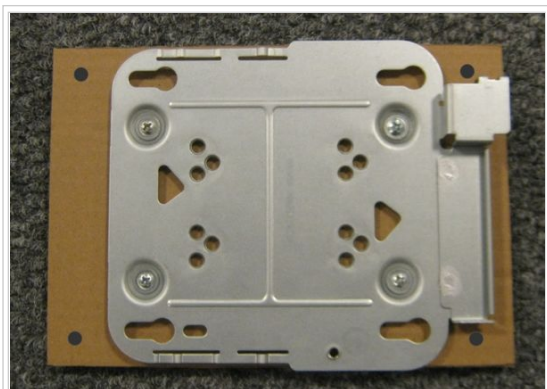

Fig. 10 - Base aislante para instalación sobre superficie metálica
1. Fijar la platina incluida con el AP a una base de MDF (14 x 20 cm x 15 mm de espesor) mediante 4 tornillos autopercutor punta aguja con arandela de 4.2 x 13 mm, colocando la platina centrada respecto a la base de MDF. Es fundamental respetar el largo de los tornillos ya que los mismos no pueden asomar por la cara del MDF que quedará en contacto con la superficie metálica a la cual será fijada (ver Fig. 10).